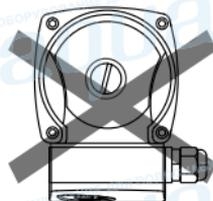

рис.8
- До монтажа насоса в систему необходимо удостовериться, что положение клеммной коробки после его установки будет правильным. Правильное расположение - коробка вверх, справа или слева. См. рис. 8(а, б, в).
Возможна ситуация, когда при расположении насоса в соответствии с направлением движения теплоносителя в системе отопления, положение коробки окажется неправильным, рис.8(г). В такой ситуации необходимо развернуть статор насоса вместе с клеммной коробкой, чтобы она оказалась в правильном положении.